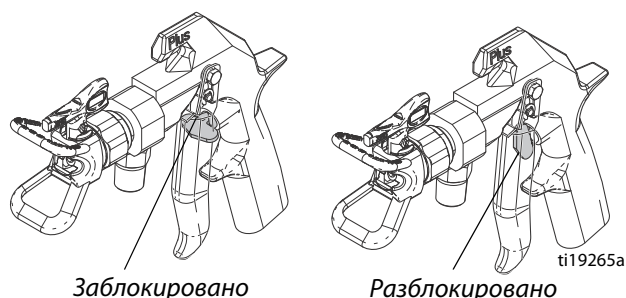

Рис. 1. Положения блокиратора пускового курка
- Для включения блокиратора пускового курка пистолета поверните блокиратор таким образом, чтобы он был установлен перпендикулярно корпусу пистолета. См. Рис. 1.
- Для выключения блокиратора пускового курка пистолета нажмите и поверните блокиратор таким образом, чтобы он был установлен параллельно корпусу пистолета. См. Рис. 1.